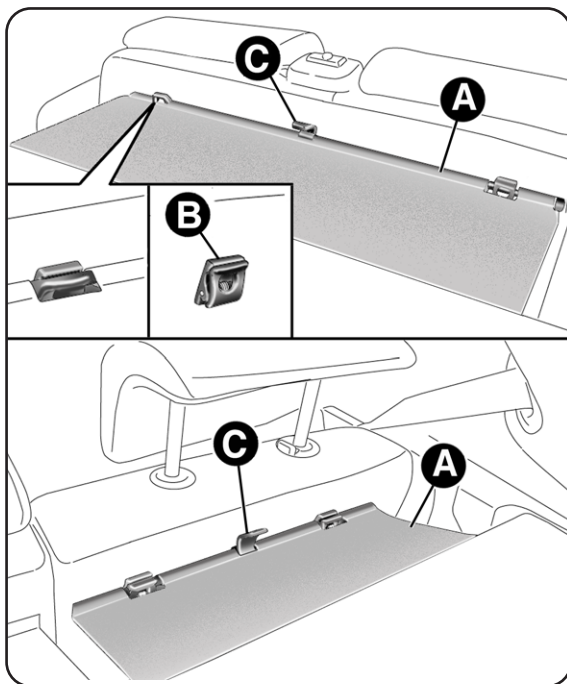

fig. 60
- svincolare le tendine della cappelliera A-fig. 60 dagli agganci B presenti sugli schienali dei sedili posteriori;